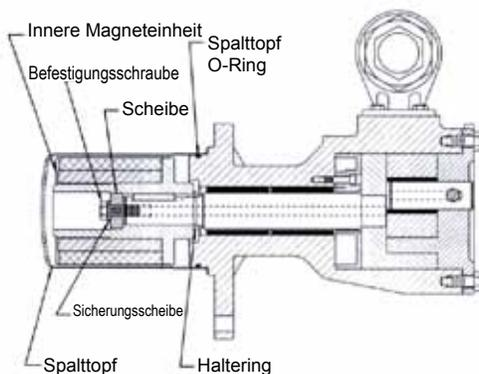

ABBILDUNG 37
1. Inspizieren Sie die Magneten, um sicherzustellen, daß keine Fremdkörper angezogen wurden. Entfernen Sie alle Fremdkörper. Installieren Sie den externen Haltering und die Feder auf der Pumpenwelle. Schieben Sie die innere Magneteinheit auf die Welle, so daß sie an dem Haltering anliegt. Installieren Sie die Scheibe, die Sicherungsscheibe und die Befestigungsschraube, um den Magneten zu sichern. (Siehe Abbildung 37). Schieben Sie eine Messingstange durch eine Öffnung zwischen die Rotorzähne, und ziehen Sie die Befestigungsschraube fest.